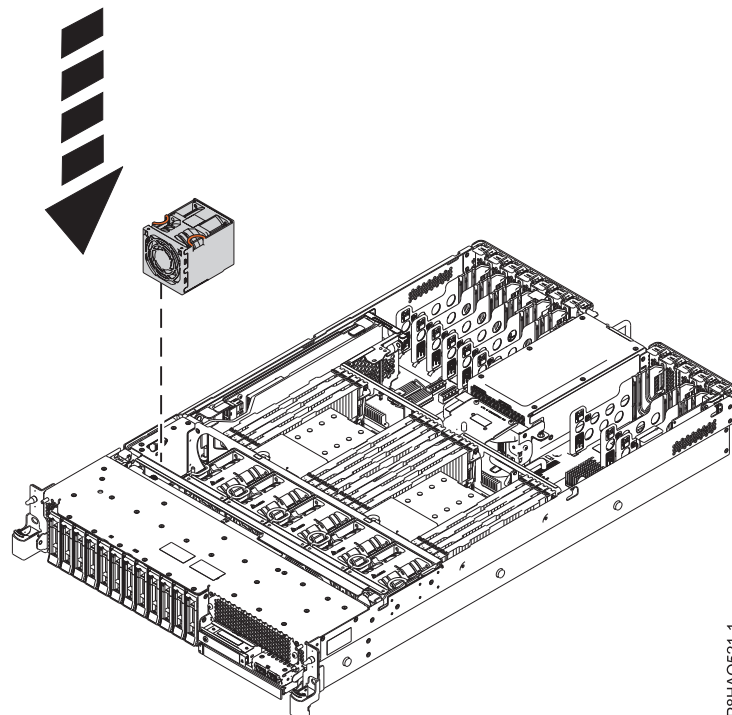

Figura 3. Substituir a ventoinha
3. Aperte os pontos específicos para manuseamento terracota na ventoinha e baixe a ventoinha para a ranhura na caixa de ventoinha, tal como é demonstrado em Figura 3.
4. Liberte os pontos específicos para manuseamento na ventoinha para a colocar e, em seguida, bloqueie a ventoinha. Consulte Figura 3.